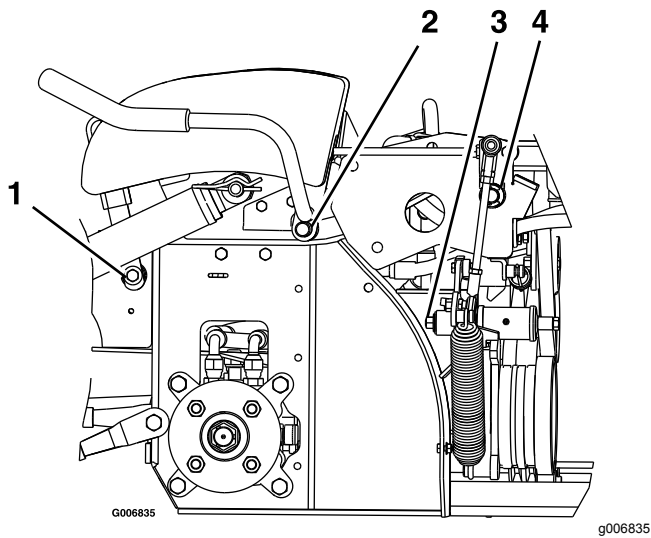

Bild 35
3. Fetten Sie die bronzenen Büchsen am Drehzapfen des Bremshebels mit Sprüh- oder Leichtöl ein (Bild 35).